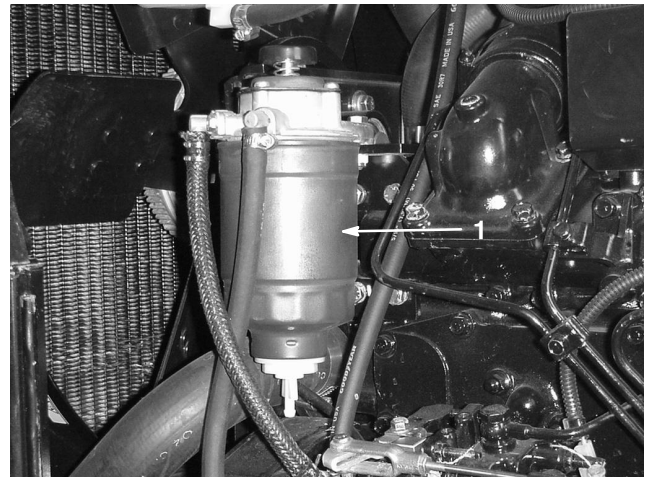

**Figure 38**
3. Retirez le bouchon de vidange pour permettre à l'huile de s'écouler dans le bac de vidange. Déposez et remplacez le filtre à huile (Fig. 38) ; reportez-vous au catalogue de pièces pour le numéro de référence du filtre de rechange. Appliquez une couche d'huile sur le joint torique du filtre et serrez-le à la main. Consultez le manuel du moteur pour la procédure de serrage du filtre.